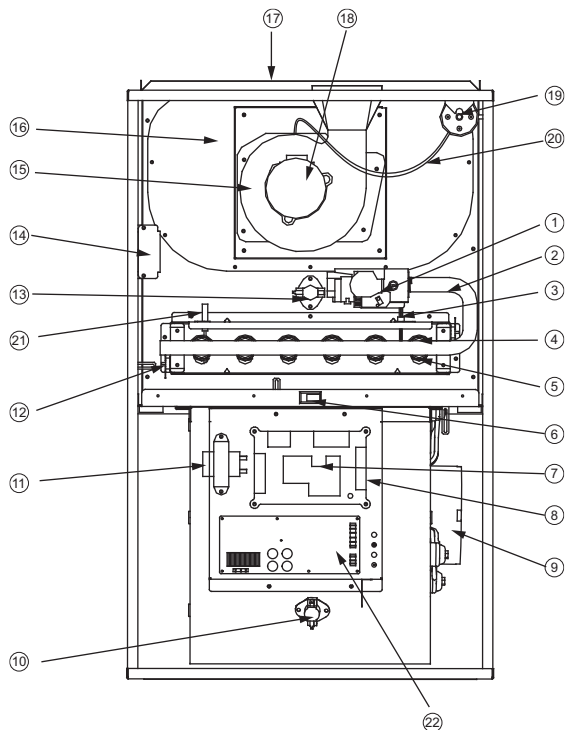

Fig. 14-4
- Les pièces sont disponibles auprès de votre distributeur. (Voir Fig. 14-4)